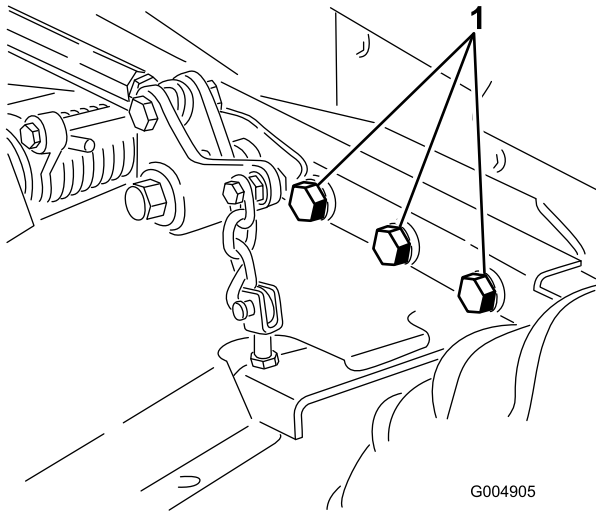

图58
5. 请检查所有紧固件看有无松动必要时请上紧。将剪草机刀盘机架固定到主机 图58 上的 6 个螺栓上紧扭矩至 359Nm。